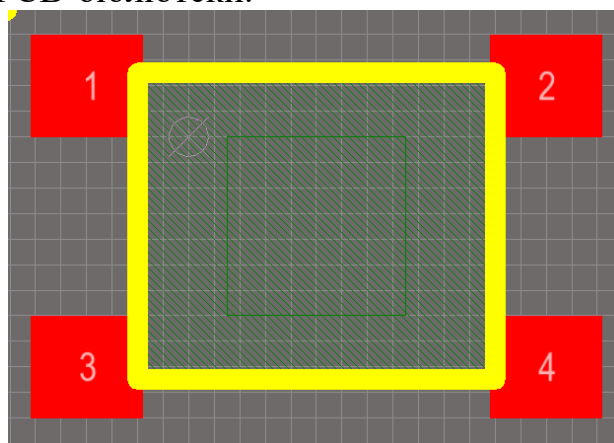

Рис.1. Посадкове місце для кнопки
1.1. У Лабораторній роботі №3 Ви робили посадкові місця для компонентів й задавали контур компонента (жовтий колір), який буде використовуватись на складальному кресленні (Рис.1). Оскільки, на складальному кресленні усі лінії повинні бути одного розміру, то виконуємо редагування усієї РСВ-бібліотеки.